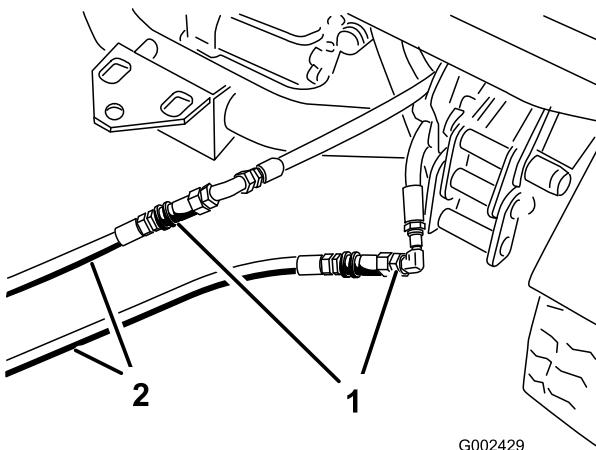

図 76
- 故障しているワークマンのカップラホースに、救援用ホース2本を接続する図76。